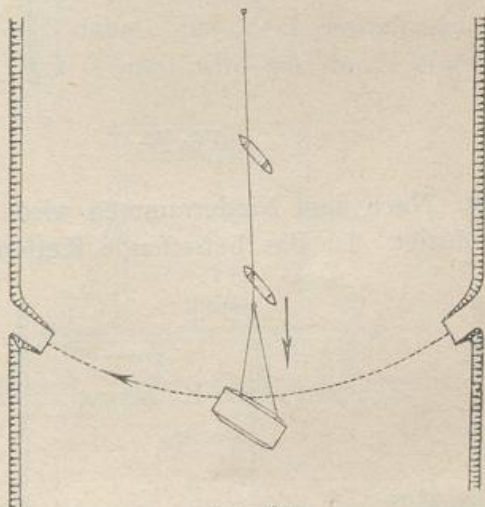
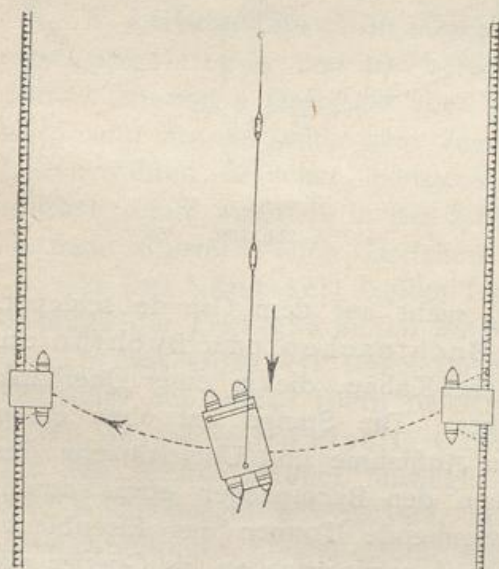
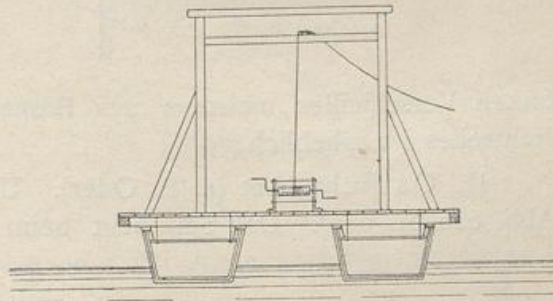

Abb. 620.
Abb. 622.
Abb. 623.
a) Das Längsseil (selten Längskette) ist eine größere Strecke oberhalb der Fährstelle mitten im Flußgrunde verankert (Abb. 620).
6. Gierprahm (Gierponte) mit Längsseil¹⁾ (Abb. 620). Oberstrom von der Fährstelle ist mitten im Strombett ein starkes Drahtseil verankert, das mindestens so lang, als der Strom breit ist. Am unteren Ende des Seiles ist der Fährprahm befestigt. Wenn dieser überfährt, beschreibt er eine Kreisbogenlinie, deren Mittelpunkt in der Ver-
Ist das Längsseil wie gewöhnlich in breiten Flüssen sehr lang, so muß es mehreremal unterstützt werden, damit es mit seinem Durchhang (Bucht) nicht auf dem Grunde schleppt. Zur Unterstützung verwendet man Buchtnachen oder Buchtbojen. Buchtnachen (Abb. 620) sind einfache Kähne, die in einer Querbauk eine aufrechtstehende Stange tragen. Die Stange hat oben einen Ring oder eine Kettenschlinge zur Aufnahme und Unterstützung des Längsseiles. Dieses hängt zwischen den Buchtnachen etwas durch. Buchtbojen (Abb. 622) sind schwimmende Tonnen aus Eisenblech. Gewöhnlich sind sie in das Längsseil gewissermaßen als Glieder mit eingeschaltet; eine Längsseilstrecke reicht dann immer von Boje zu Boje, zwischen ihnen etwas durchhängend. Die Bojen haben an jeder Stirnseite einen starken Haken, an dem die Öse des Drahtseiles angreift. Die beiden Haken sind im Innern der Boje durch einen Bolzen verbunden. In breiten Strömen mit reger Schifffahrt, z. B. am Rhein, muß das Seil überall so tief hängen, daß zwischen den Bojen Schiffe hindurchfahren können. Das Seil geht in diesem Falle unter den Bojen im ganzen durch und wird an jeder Boje durch zwei Tragketten gehalten.
7. Gierbrücke mit Längsseil³⁾ (Abb. 622, 623). Über die Verankerung und Führung des Längsseiles (Buchtnachen, Buchtbojen) gilt das unter Ziff. 6 Gesagte. Im vorliegenden Falle ist das Seil durch Buchtbojen unterstützt.⁴⁾ Am unteren Ende des Seiles ist die Gierbrücke befestigt. Jedes der beiden Brückenschiffe
hat ein Steuer; die beiden Steuer sind mit einer Stange verbunden, so daß sie stets in gleichem Sinne eingestellt werden. Sie dienen dazu, die Brücke sogleich bei der Abfahrt in die Gierstellung zu drehen und am Ende der Fahrt aus dieser wieder heraus, also mit den Schiffen stromrecht zu drehen. Das Längsseil führt erhöht über die Brückentafel hinweg, indem es durch einen auf dieser in der Oberstromhälfte errichteten hölzernen Aufbau (sog. Portal) unterstützt ist, der quer zu den Schiffen steht (Abb. 622 und 623). Das Hinterende des Seiles ist an der Unterstromseite der Brückentafel an dieser befestigt oder an einem der Schiffe, meistens erhöht an einem Pfosten (oder an einer aufgestellten Winde) (Abb. 623). Die Brücke kann sich um diesen Befestigungspunkt des Seiles drehen und so verschiedene Stellungen einnehmen. Das Seil hat dabei über dem Portalbalken meistens Spielraum zum Gleiten. Dies Gleiten wird oft durch einen kleinen unter dem Seile liegenden Rollwagen (Laufkatze) erleichtert. Der Strom stößt gegen das Blatt der schief gestellten Steuerruder; wenn sie (die Blätter) z. B. nach dem Landeufser gedreht werden (Abb. 622), so dreht sich auch der Bug der Kähne nach dem Landeufser, und